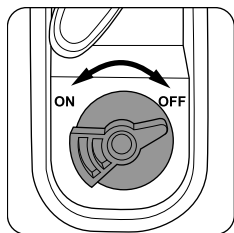

рис. 8
Топливный кран (18) (рис. 8) используется для управления подачей топлива из бака в карбюратор.